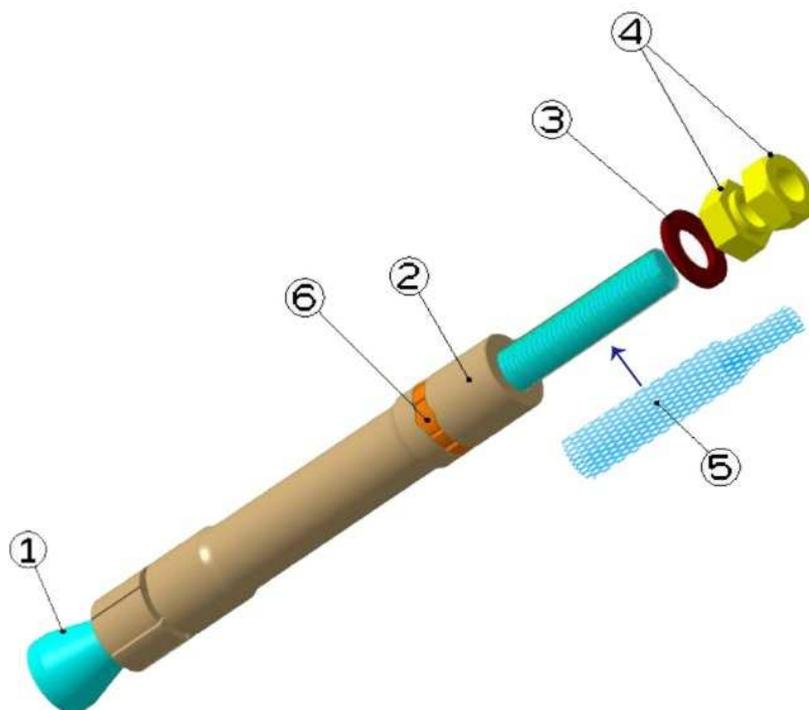

図 1-3 ANZEX ボルトの構成部品
ANZEX ボルトは、①コニカルボルト、②エキスパンダースリーブ、③ワッシャー、④ナット(緩み止め)、⑤保護ネット、⑥樹脂リングの部品から構成される。(図 1-3 ANZEX ボルトの構成部品)